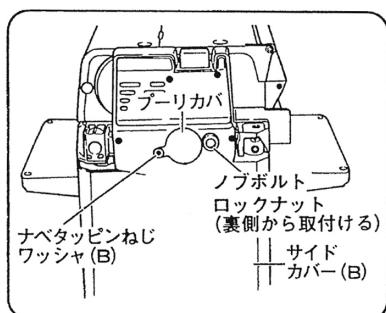

図 32
- (2) 付属のブーリカバをナベタッピンねじ、ワッシャ (B)、ノブボルト、およびロックナットで取付けます。 (図 32)